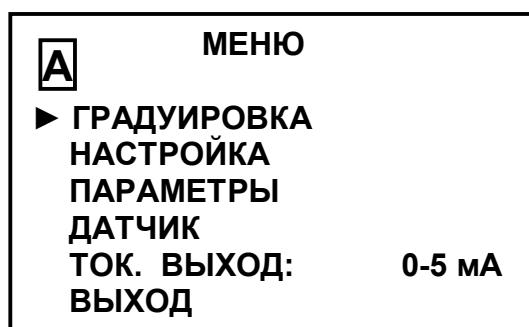

Рисунок 1.9
1.5.5.3 Работа с экранным МЕНЮ [A] и МЕНЮ [B] (рисунок 1.9)